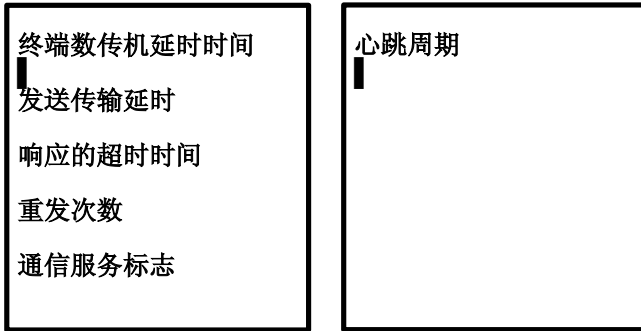

图 20 图终端基本参数设置
2、首先设置终端基本参数。将光标移至“终端基本参数”，按“确认”键，按数字键2，进入设置页面，如图20所示。